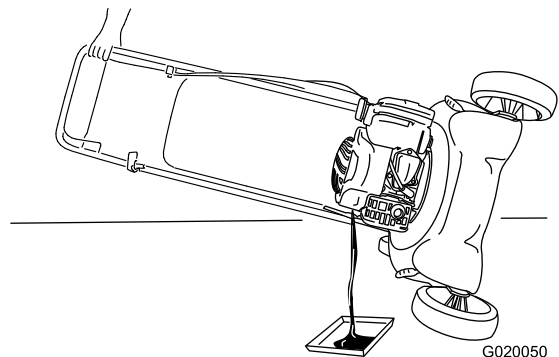

Figure 18
4. Inclinez la machine sur le côté (filtre à air en haut) pour vidanger l'huile usagée par le tube de remplissage (Figure 18).